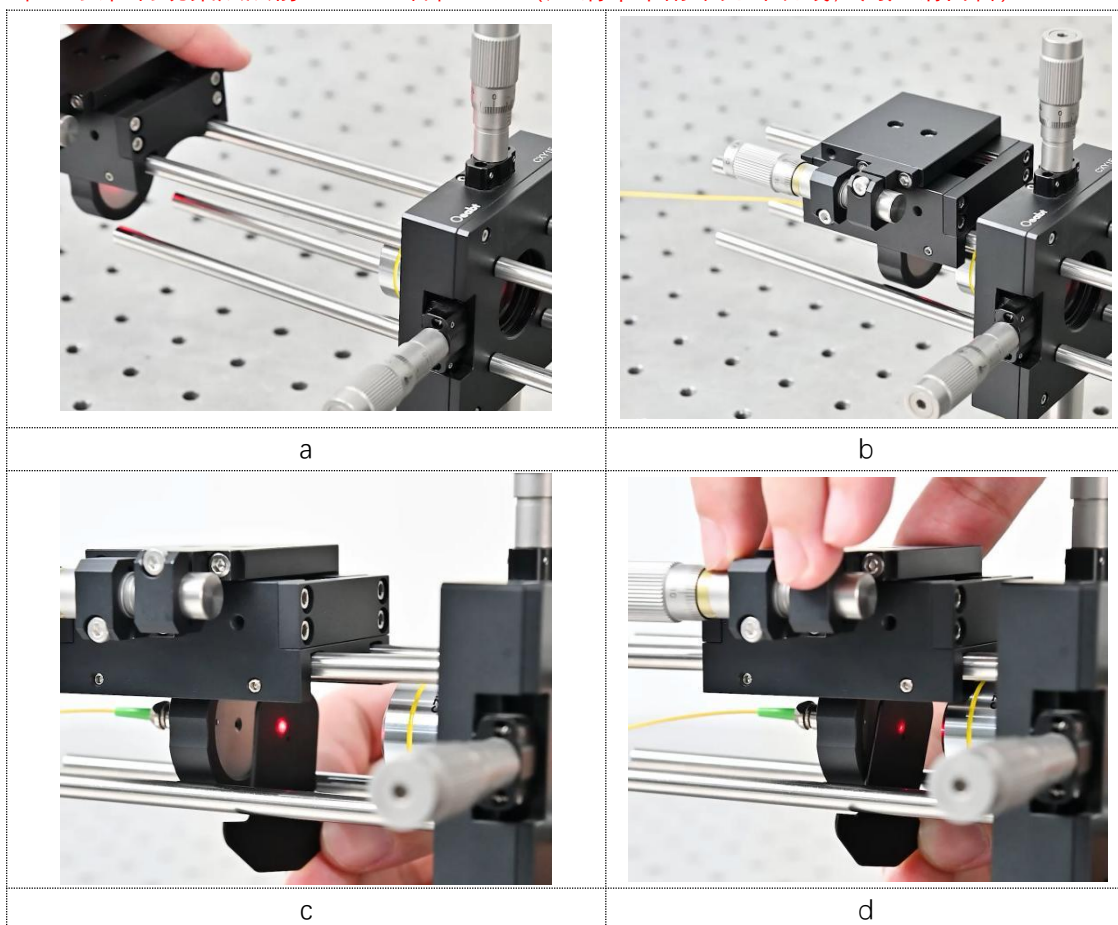

图 4-7
③、校准完毕，将接入光线后的“直线笼式镜架”顺延笼杆安装到光纤出射一端（即物镜端），图 4-7-a-b；通过前后移动“对准板”来观察光斑的大小变化，然后将“出射光纤”移动到光斑最小处，固定“直线笼式镜架”当前位置，图 4-7-c-d；**注意“光纤接口转接盘”初始位置要在物镜聚焦点前 1mm 左右位置。**（注：清单未附带光纤跳线，用户请自备）